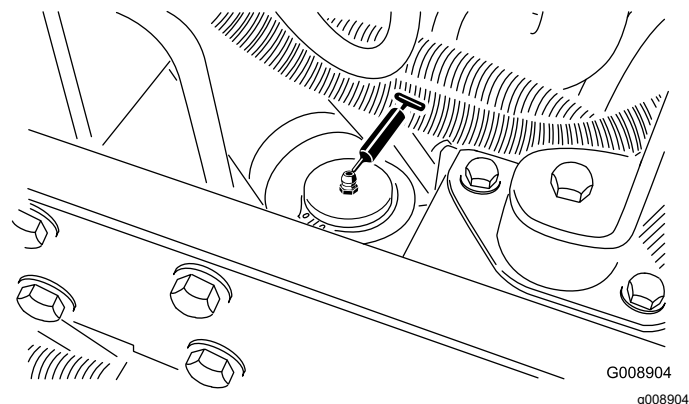

Figura 42
- Cilindro di sterzo (Figura 42)